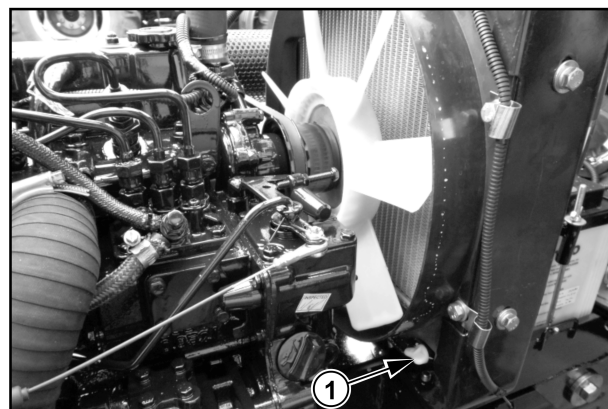

Fig 5.7b
1. Remova a tampa do radiador e o bужão de drenagem (fig. 5.7b) do motor MHI localizado no lado direito do radiador.